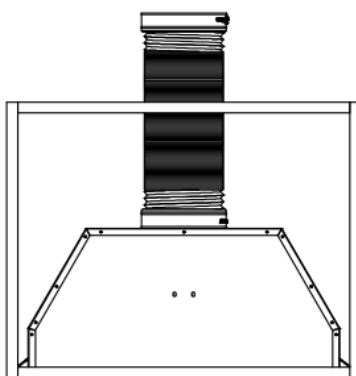

Рис. 4
3. Установите воздуховод на выпускное отверстие и выведите наружу. Установите на место алюминиевый фильтр. **Внимание!** Воздуховод не входит в комплект поставки. См. рис. 4.